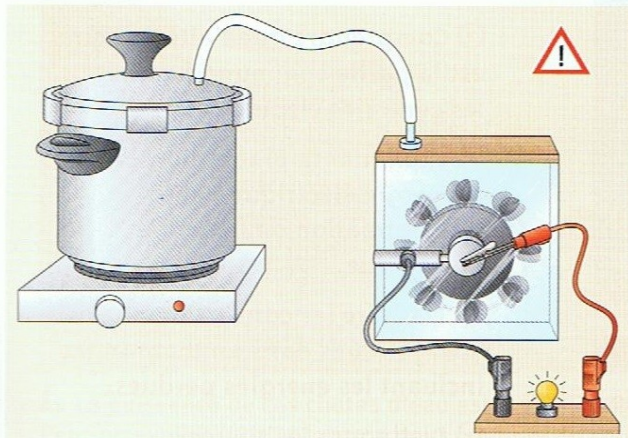

fig. 3
2. On pourrait faire tourner la turbine grâce à la vapeur qui s'échappe de l'autocuiseur (fig. 3) ; mais l'alternateur de démonstration ne permet pas de réaliser cette expérience car les matières plastiques le constituant ne supportent pas la température élevée de la vapeur d'eau.